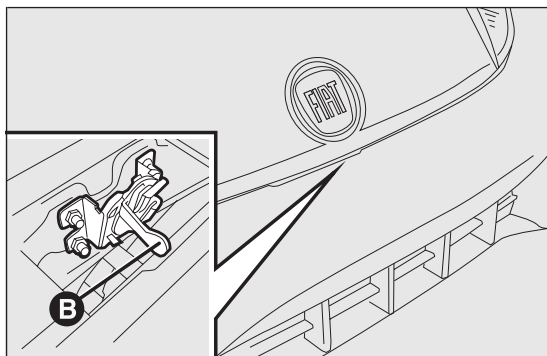

fig. 93
- agire sulla levetta B fig. 93 e sollevare il cofano;